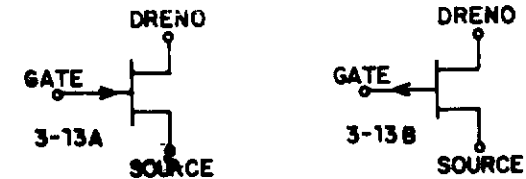

Figura 3-13 - Símbolo do JFET (A) Canal N (B) Canal P
Na figura 3-13 vemos o símbolo do JFET sendo (A) canal N e (B) canal P (note que as setas tem sentido oposto). Lembre-se, também, que dreno e source não são fixos, bastando mudar a polaridade para alterná-los.